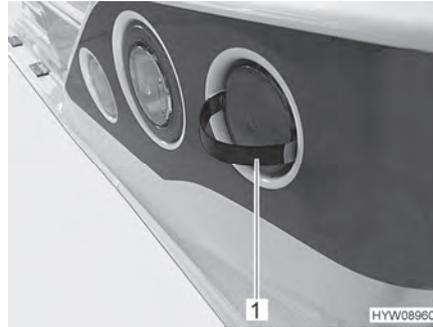

Fig. 153 Retirar la cubierta
- Insertar las lengüetas de engatillado de la herramienta entregada (Fig. 153,1) en la cubierta del modo mostrado.